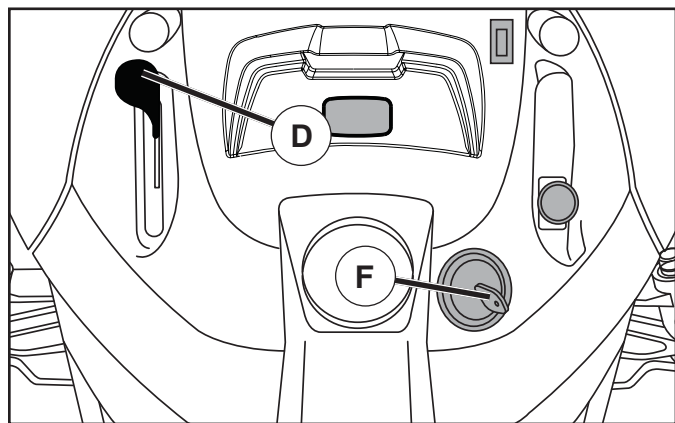

Fig. 19
- Mueva el control de la aceleración (D) a la posición de lento.
- Gire la llave de ignición (F) a la posición de apagado "STOP" y remueva la llave al abandonar el tractor para evitar el uso no autorizado.
### PARA USAR EL CONTROL DE LA ACELERACIÓN (D) (Vea Fig. 19)
## MOVERSE HACIA ADELANTE Y HACIA ATRÁS (Vea Fig. 19)